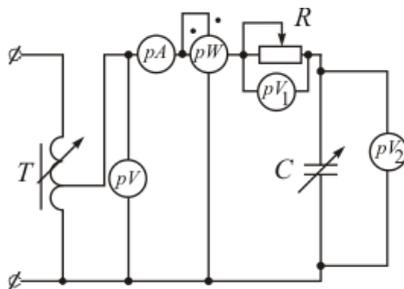

Рис. 3.4.
2. Для исследуемой электрической цепи, схема которой показана на рис. 3.4, постройте качественно:
4. Соберите электрическую цепь по схеме рис. 3.4. При неизменном напряжении на входе цепи исследуйте зависимость тока, напряжений на элементах цепи и активной мощности от величины R . Результаты опытов занесите в табл. 3.3.